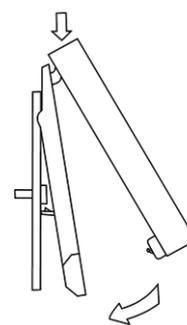

Fig. 52
- Una vez realizado la conexión, coloque el display sobre la trasera (**Fig. 52**)